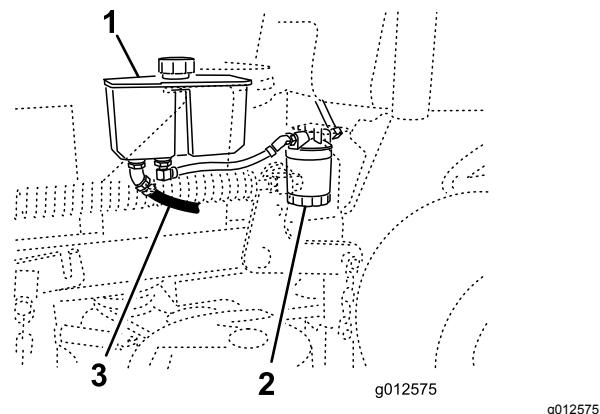

図 69
4. 油圧オイルタンクの下にある前油圧ホースを探し出し、その下にオイル受け容器を置く図 69。